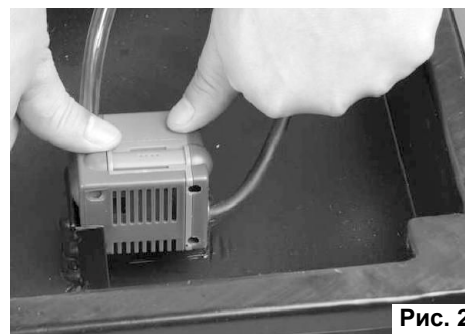

Рис. 2
## Установка насоса (См. Рис.2)
- Установите насос в емкость для воды. Слегка нажмите на корпус насоса до щелчка. Щелчок указывает на фиксацию насоса (См. Рис.2).